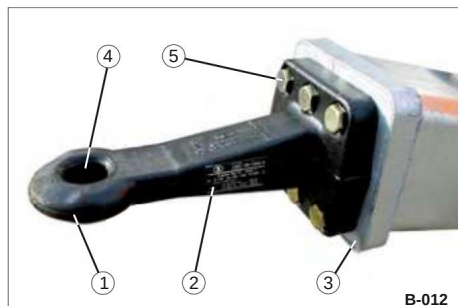

Bild 11 Anslutningselement
- Låt endast en sliten/deformerad remskiva bytas ut mot en originalreservdel - se markeringen (Bild 11/2) på remskivan.